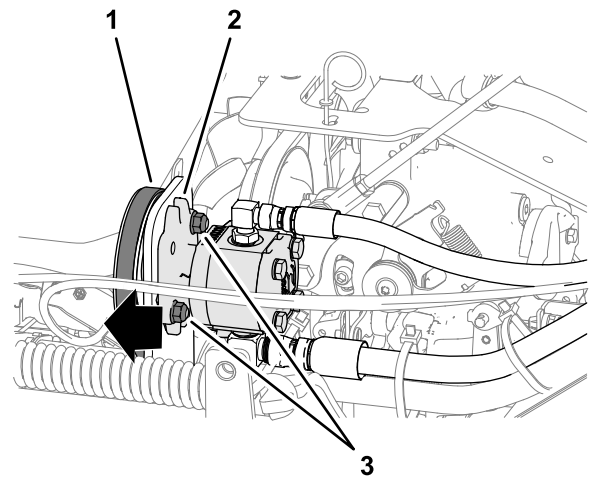

Figura 52
4. Deslice la bomba hacia fuera (Figura 52) en las ranuras y apriete las contratuercas con arandela prensada a 37 – 45 N·m (27 – 33 pies-libra).
3. Afloje las 2 contratuercas con arandela prensada (⅜") que sujetan la bomba auxiliar al soporte de montaje (Figura 52).